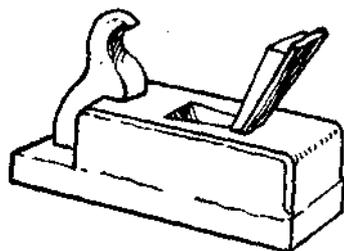

Fig. 3
*Plaina de mão* (Fig. 3). — Instrumento que serve para aplainar madeiras.